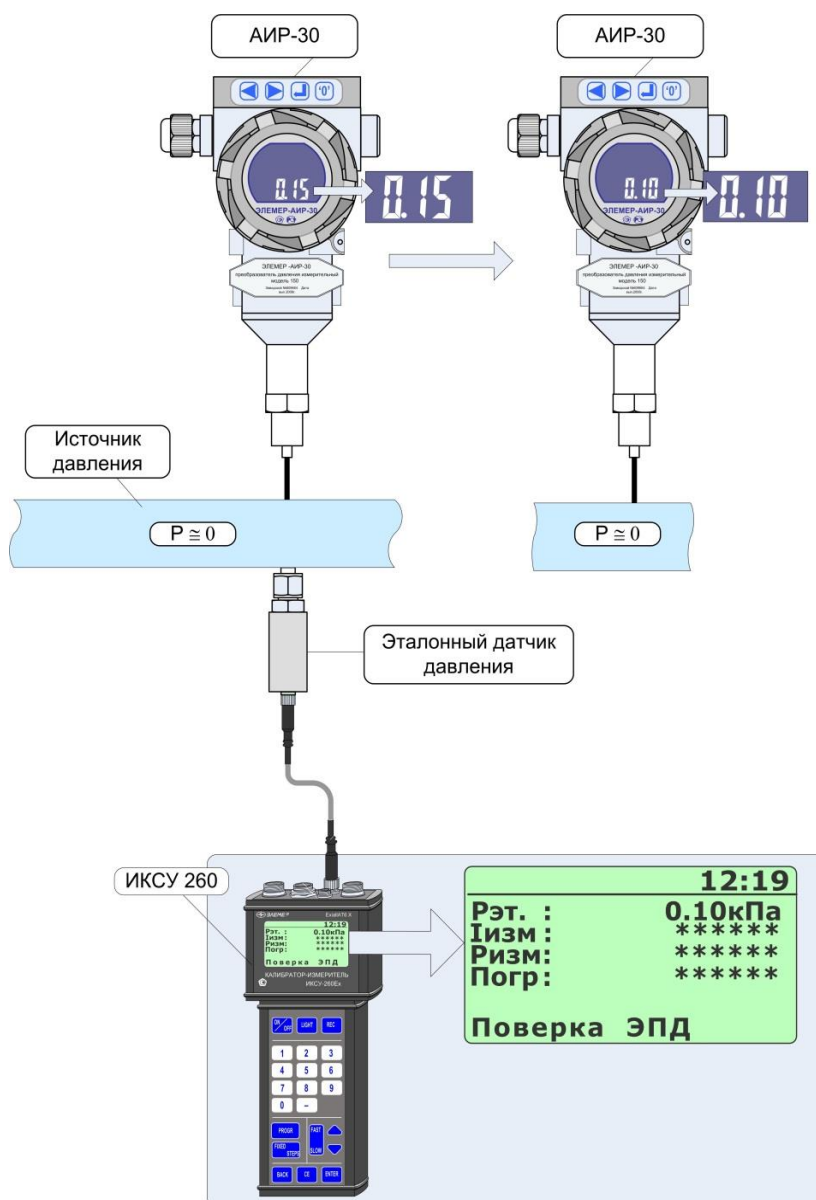

Рисунок 2.21
- установить на входе АИР-30 минимальное давление P (см. рисунок 2.21);